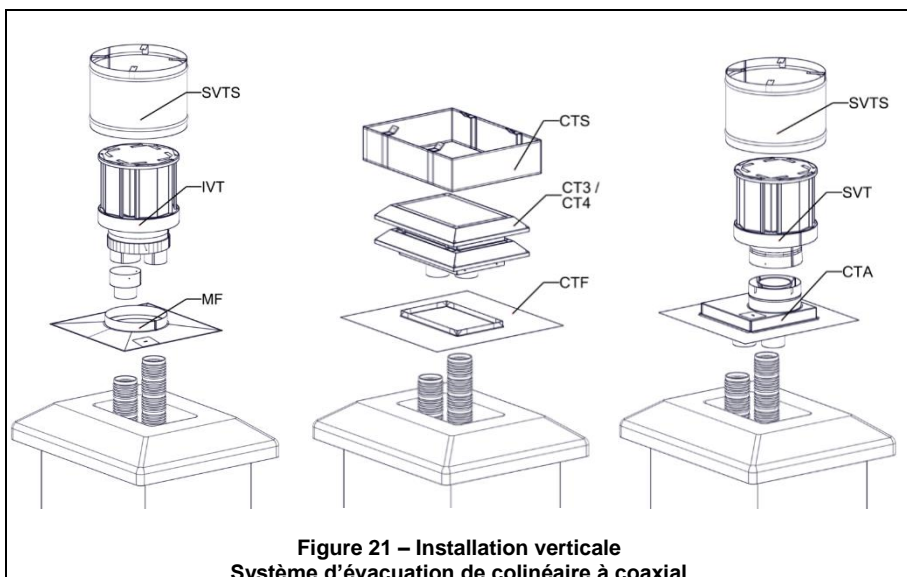

Figure 21 – Installation verticale
Offert pour une sortie de 3" ou de 4", l'adaptateur colinéaire supérieur convertit deux gaines flexibles en système d'évacuation normal et est doté d'un solin intégré. Il est possible d'ajouter des longueurs rigides EXCELDirect® en haut du CTA pour élever la hauteur du système, au besoin (figure 21).
Offert pour une sortie de 3" ou de 4", le chapeau traditionnel colinéaire est rectangulaire et ressemble à un chapeau pour cheminée de maçonnerie classique (figure 21). L'installation du CT requiert un solin (CTF, CTFC).
Le chapeau vertical pour encastrable est un chapeau vertical muni d'un adaptateur colinéaire intégré à la base. L'installation de l'IVT requiert un solin (MF, MFR, MFC). Le chapeau IVT comprend des raccords pour les appareils qui utilisent une sortie de 3" ou de 4" (figure 21).
4. Installez le solin sur le haut de la cheminée. Scellez le solin à la cheminée avec un scellant à base de silicone et fixez-le avec des vis à maçonnerie avant de procéder (figure 21).
5. Fixez les deux gaines flexibles aux sorties avec les colliers de serrage ou les vis. Un scellant à haute température est recommandé pour la gaine et l'augmenteur utilisé pour la sortie (Figure 21).